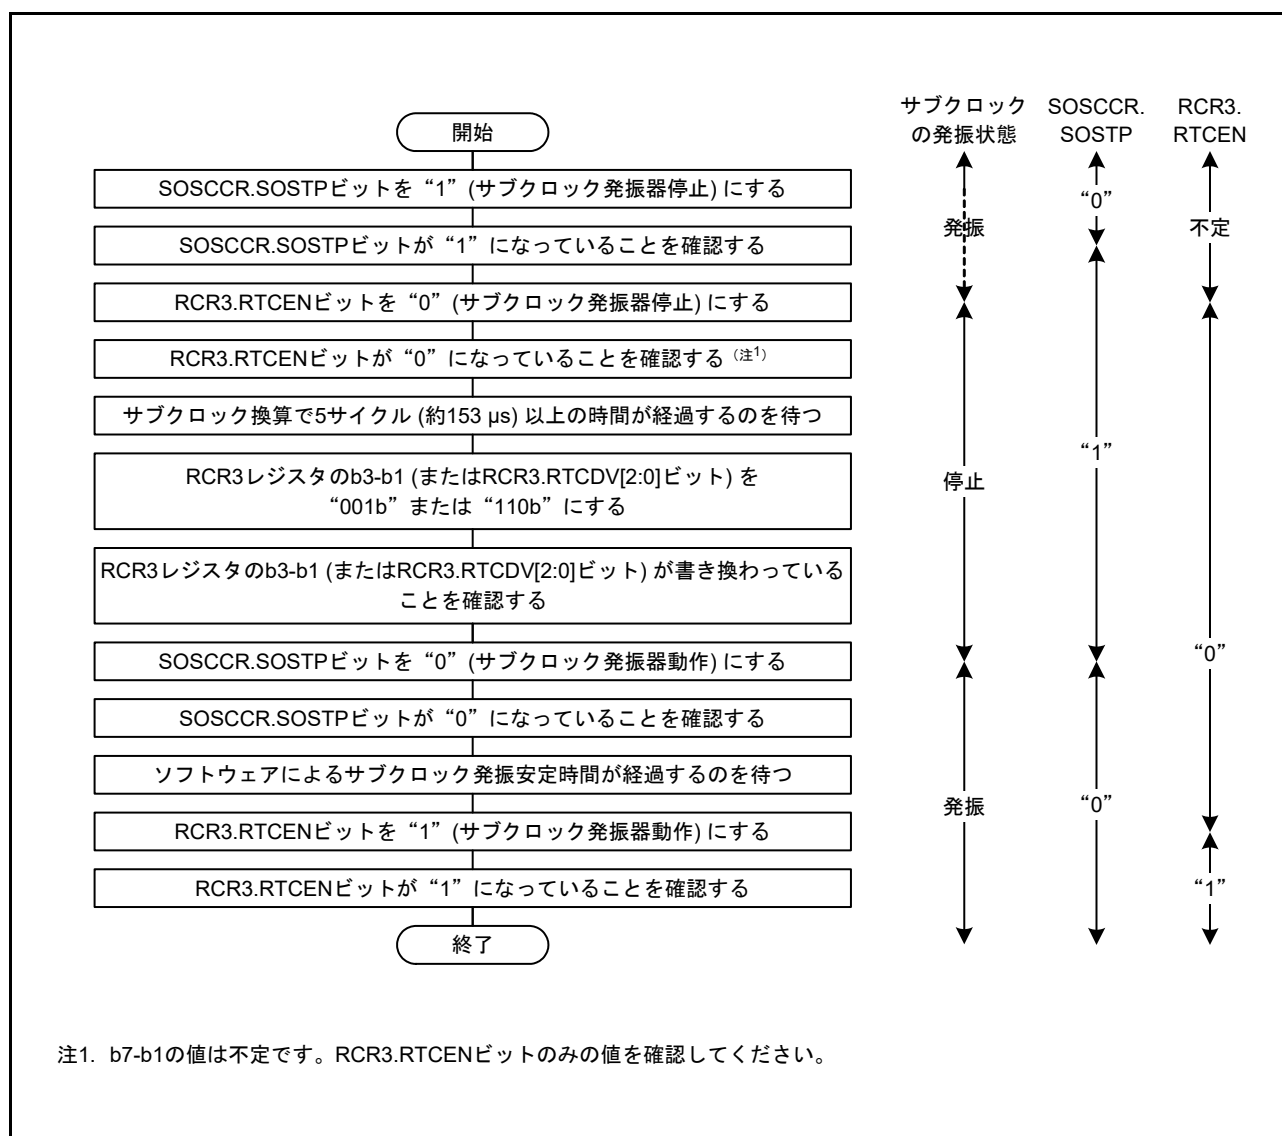

図 9.15 サブクロックをリアルタイムクロックのカウンタソースに使用する場合の初期化フローチャート例
- サブクロックをシステムクロックとして使用し、かつリアルタイムクロックのカウンタソースとして使用する場合は、図 9.15 のフローチャートの例に従って初期設定してください。その後、「28.3.2 クロックとカウンタモード設定手順」に記載されたクロック設定手順に従って設定してください。